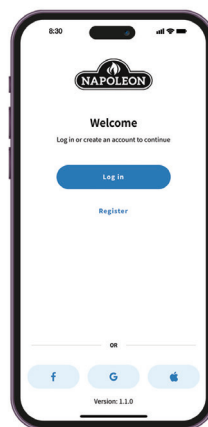

Рис. 1
1. Зареєструйте обліковий запис у **додатку Napoleon Home** АБО увійдіть, використовуючи дані свого облікового запису Facebook, Google або Apple. (Рис. 1)